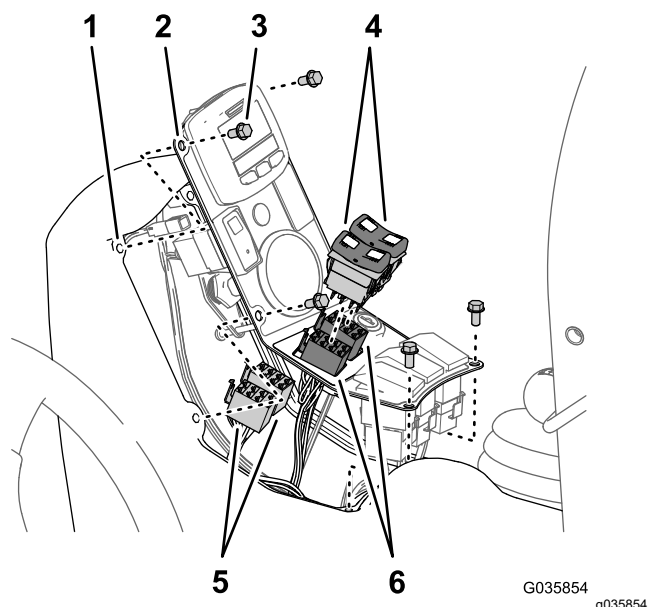
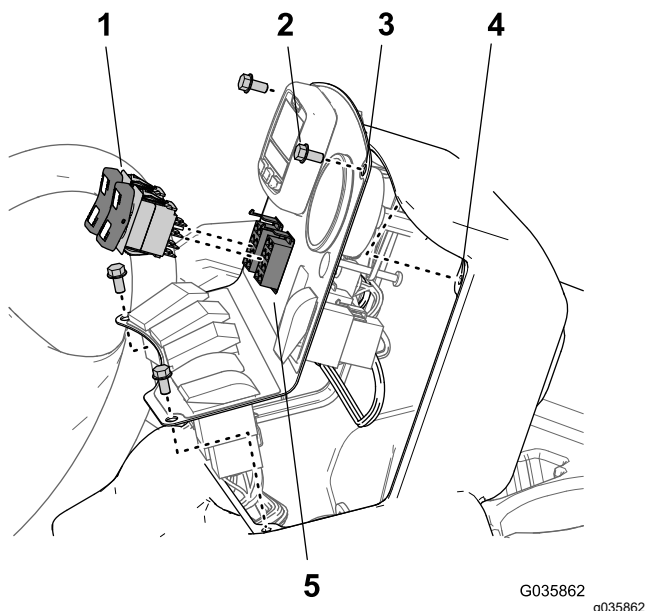

Figure 37
Figure 38
1. Retirez les 4 boulons à embase ($\frac{1}{4}$ " x $\frac{1}{2}$ ") qui fixent le panneau de commande à la console centrale, et soulevez le panneau (Figure 37 ou Figure 28).
2. Débranchez les connecteurs à 8 douilles du faisceau de la machine des interrupteurs de levage de rampe (Figure 37 ou Figure 38).
3. Branchez les interrupteurs à bascule sur les connecteurs à 8 douilles du faisceau du kit de finition pour rampes soniques (Figure 37 ou Figure 38).
5. Alignez les trous du panneau de commande sur le cadre de la console (Figure 37 ou Figure 38).
(Figure 37 ou Figure 38) que vous avez retirés à l'opération 1.